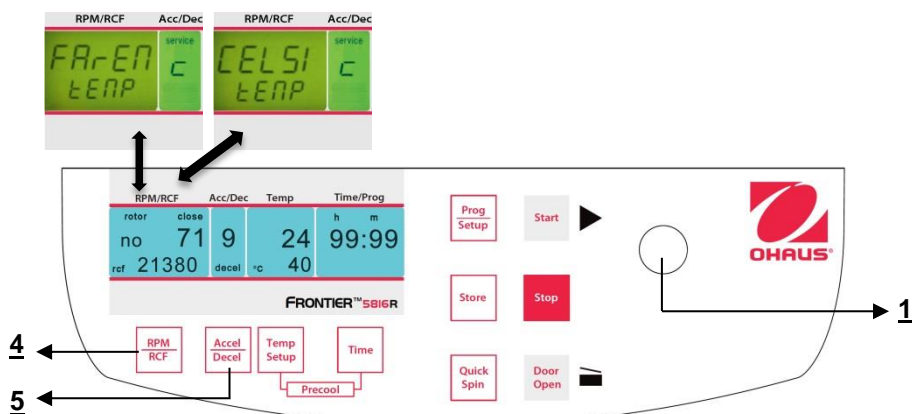

Abbildung. 31
Fahren Sie fort wie unter Punkt 4.1.1 beschrieben, um in den Programmmodus einzutreten und drücken Sie dann die Taste **"Accel/Decel"** (5). Auf der Anzeige **"Acc/Dec"** (A-2) erscheint das Wort **"Service"**. Wählen Sie nun den Buchstaben **"C"** mit Hilfe des Anpassungsknopfes (1). Als Ergebnis erscheinen auf der Anzeige **"RPM | RCF"** (A-1) die Worte **"CELSI/temp"**. Wenn Sie die Taste **"RPM | RCF"** (4) drücken, blinkt das Wort **"CELSI"** und Sie können mit dem Anpassungsknopf (1) die Anzeige in Fahrenheit **"FAREN"** ändern (siehe Abbildung 31). Nachdem Sie die Einstellungen gespeichert haben (siehe 4.1.1), ändern Sie zurück zum normalen Programmiermodus, indem Sie die Zentrifuge kurzzeitig ausschalten.